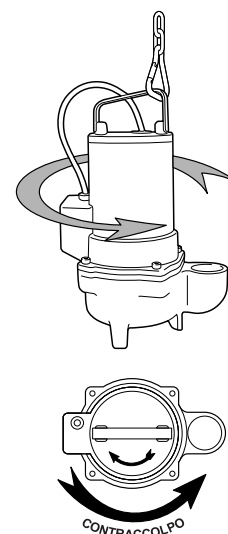

Fig. 12
- le sens correct de rotation est indiqué par une flèche qui se trouve sur le couvercle et sur le corps de pompe. Si la pompe tourne dans le sens correct, elle aura un couple de renversement dans la direction opposée aux flèches (fig. 12).